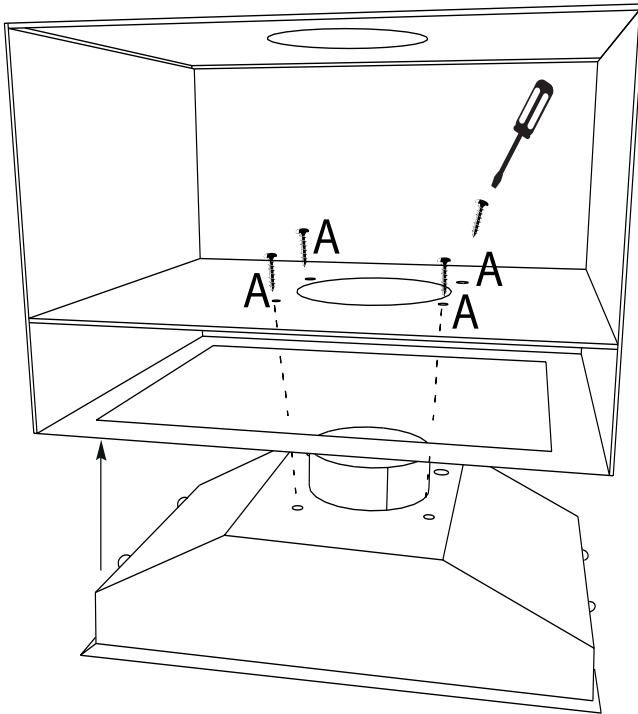

Fig. 11
8. Introduceți în sertarul hote de dedesubt, prin raftul 1, fig 11, carcasa hotei, astfel încât cadrul decorativ cromat să se potrivească perfect raftului de jos.